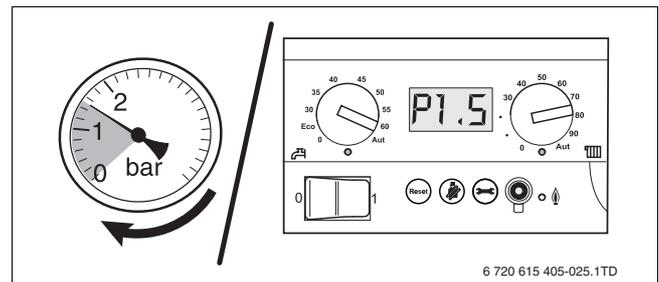

Bild 54 Druckanzeige analog/digital
- ▶ Wasserhahn öffnen und die Heizungsanlage bis 1,5 bar füllen. Dabei die Druckanzeige (→ Bild 54) für den Heizkreis beachten.